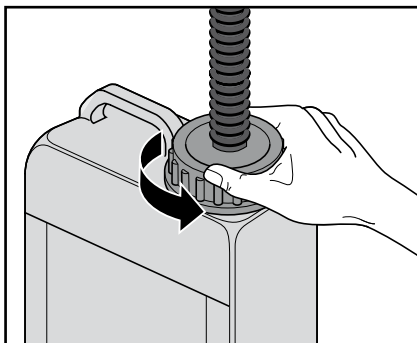

Bild A1
- Skruva loss tankens lock (bild A1).